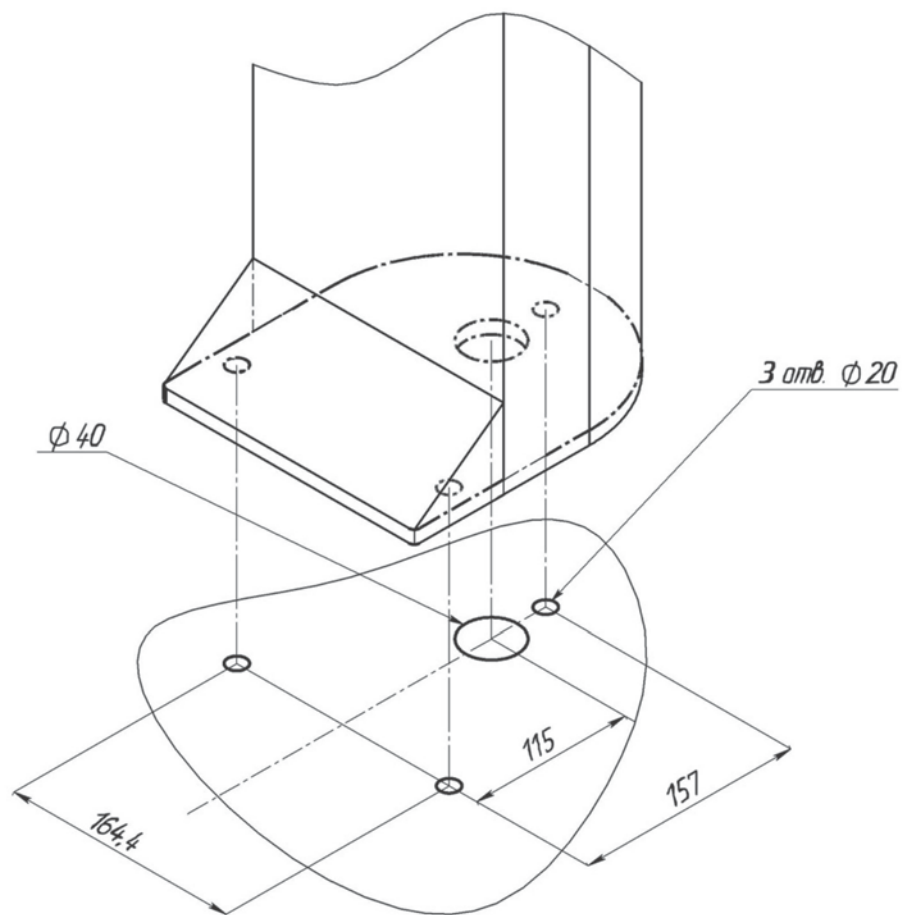

Рис.1
3. По размерам, указанным на рис.1, или по отрывному шаблону (приложение 1) подготовьте 3 отверстия диаметром 20мм в полу под анкеры крепления стойки турникета. Если подводка кабеля будет осуществляться через отверстие 40 мм в нижней плите турникета, необходимо подготовить штроб для прокладки кабелей. Вставьте анкеры в отверстия.